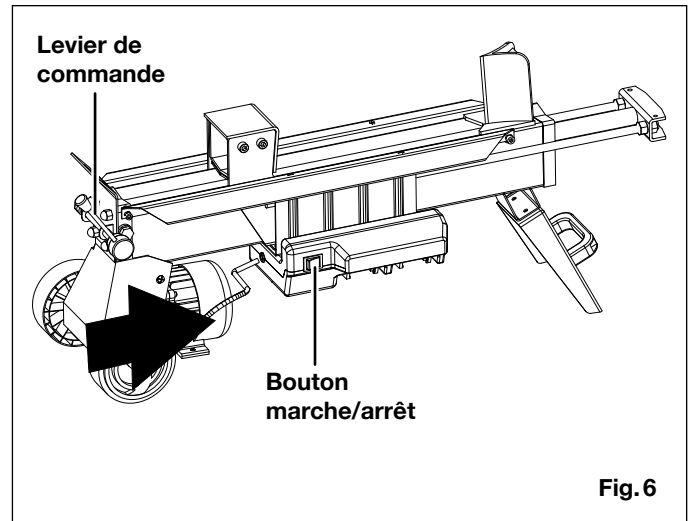

Fig. 6
4. Pour commencer à fendre, appuyez sur le bouton marche/arrêt de la main droite et tirez simultanément le levier de commande de la main gauche (Fig. 6).